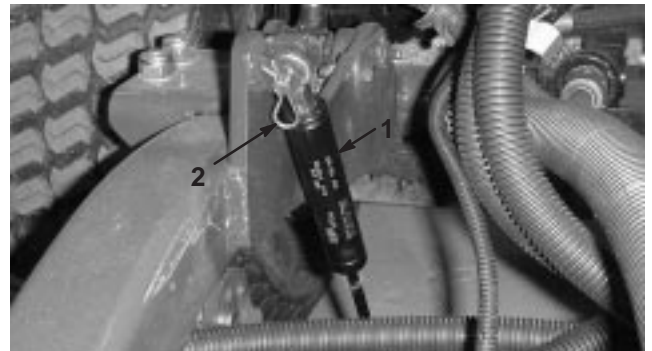

Bild 75
2. Nehmen Sie den Splint ab, mit denen die Stoßdämpfer an den Hubarmen befestigt sind (Bild 75). Drehen Sie die Stoßdämpfer zum Mähwerkgehäuse